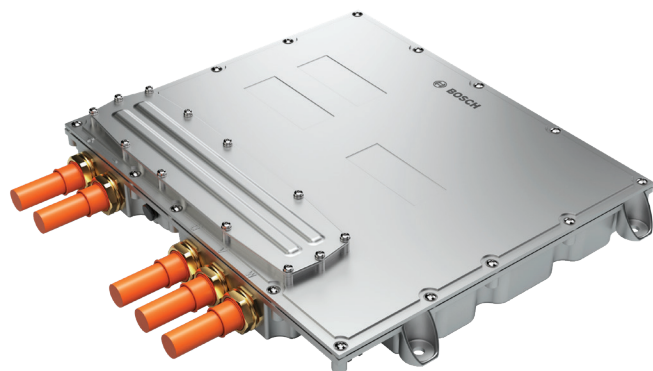
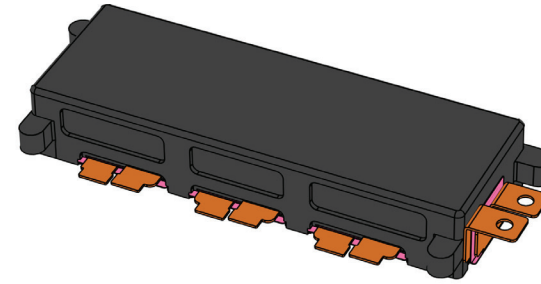

図1 Bosch の自動車ドライブトレイン用の3相インバーター。
図2 一般的な DC リンクコンデンサー。右側がバッテリーインターフェイス、前面がトランジスターコネクター。
自動車業界が電動化の未来に向けて競争する中、Bosch は電動ドライブトレインの重要な構成部品の研究開発を加速しています。その1つがインバーターです。インバーターは自動車のバッテリーからの直流電流 (DC) を交流電流 (AC) に変換し、駆動用モーターに電力を供給します (図1)。インバーターがスムーズに電流を流せるかどうかは、内蔵の DC リンクコンデンサーにかかっています (図2)。“コンデンサーは、インバーターを構成する部品の中で最も高価なもの1つです。このコンデンサーの性能は、ドライブトレインの動作の基本となるインバーターの性能と信頼性に直接影響します”と、Bosch のカーエレクトロニクス担当シニアエキスパートである Martin Kessler 氏は説明します。